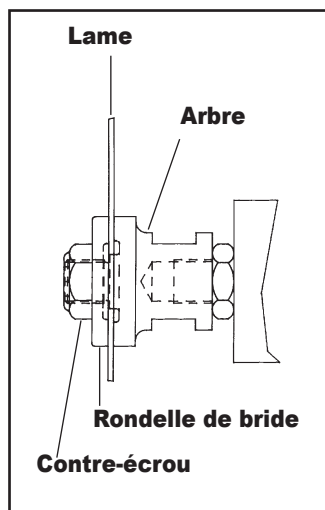

FIG. 2
- Arbre standard - Installez la lame sur l'épaule d'arbre de 5/8 de diamètre (Fig. 2). Installez le collet, face allégée tournée vers la lame et vissez le contre-écrou. Tout en maintenant une clé (fournie) sur le plat de l'arbre de 7/8, serrez le contre-écrou. La lame doit être complètement contre l'épaule d'arbre et de niveau sur la face de l'arbre.
Détail de la **rondelle de bride** des Fig. 2 et 3 à droite.